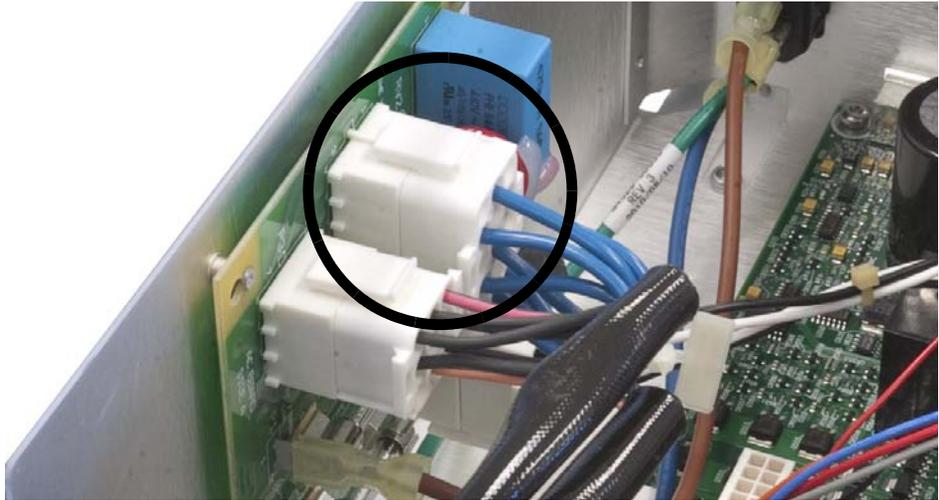

Abb. 2 Installation des Konfigurationsanschlusses
- 3 Installieren Sie den im Lieferumfang enthaltenen Konfigurationsanschluss (Abb. 2).